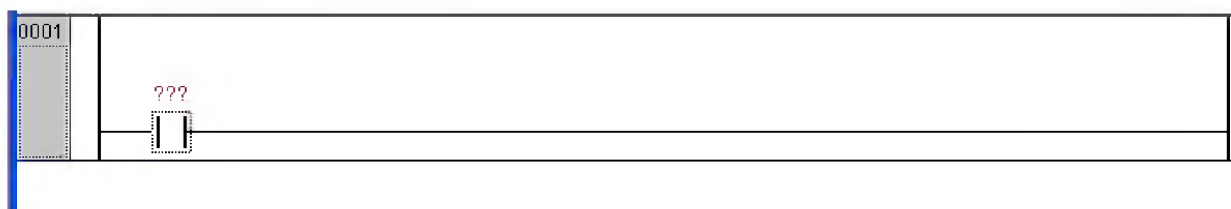

Рис. 8. Первая цепь с введенным контактом
1. Наводим курсор на кнопку в панели инструментов с изображением замыкающего контакта, нажимаем 1ЛКМ, и этот контакт появляется в цепи с тремя вопросительными знаками красного цвета (рис. 8). Эти ??? запрашивают имя или идентификатор внесенного в цепь компонента.